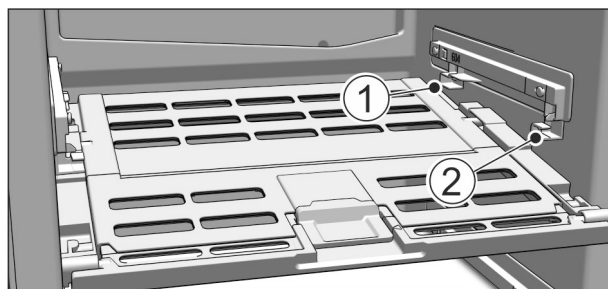

Fig. 71
- ▶ Deksel Fruit & Vegetable-Safe aanbrengen: Dekselranden van onder in de achterste houder Fig. 71 (1) plaatsen en van voren in de houder Fig. 71 (2) klikken.